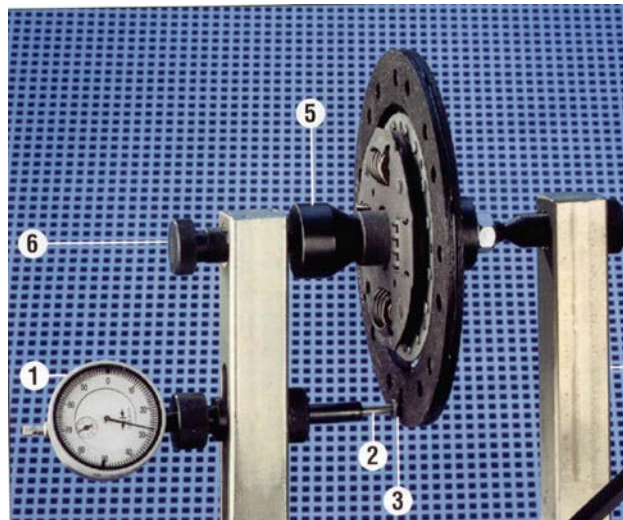

Рис. 3. Проверка биения рабочей поверхности ведомого диска.
3.3.2.2 Для контроля торцового биения поверхностей трения (накладок), диск установить с натягом на шлицевой вал (для исключения влияния зазоров в шлицах). Затем вал установить в центрах приспособления (рис. 3) и измерить биение у края диска. Биение должно быть не более 0,7 мм.-у л/а, 0,8 мм- у гр/а. При большей величине биения диск необходимо заменить.